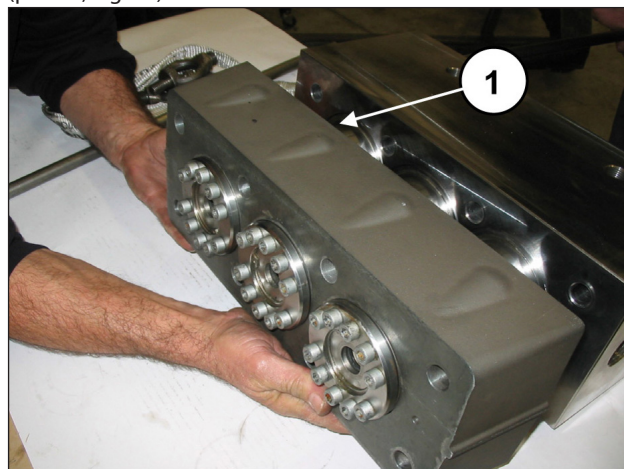

Fig. 98
Separe o espaçador para camisas dos grupos de camisas (pos. ①, Fig. 98).